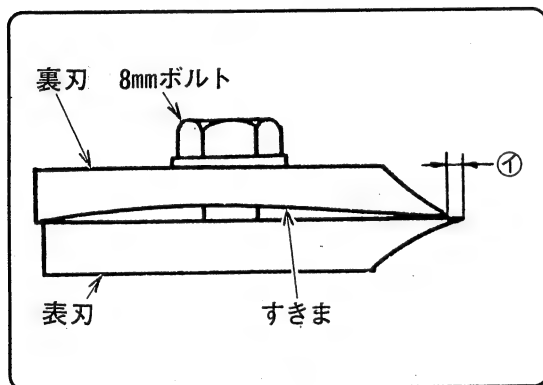
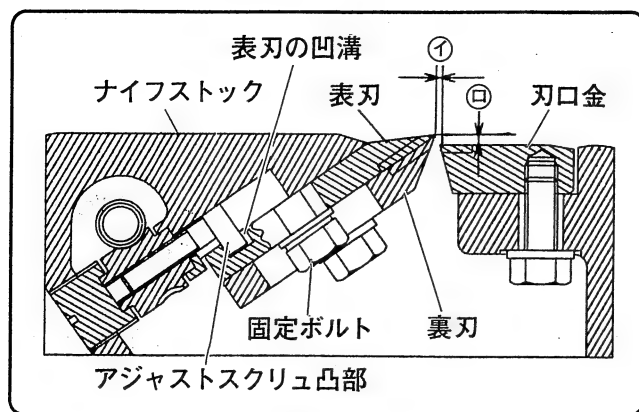

図 22
図 27
(1) 木材の用途（柱および板など）に合わせて表刃の刃先が裏刃の刃先から①寸法が出るように調整してから5個の8mmボルトを付属の13mmボックスパナで締付けます。(図22)
① 寸 法 柱……………0.4～0.5mm
(2) 表刃と裏刃の合わせ面は図22のようにすきまがあり、刃先の部分が開かないようになっています。締めすぎると刃先の部分が開き、木材の切削面に逆目ができることがありますのでご注意ください。
(1) 図22のように組立てしたかなな刃（表刃・裏刃）の表刃凹溝（図27参照）をアジャストスクリュの凸部（図27参照）に入れ、ナイフストックに取付けます。